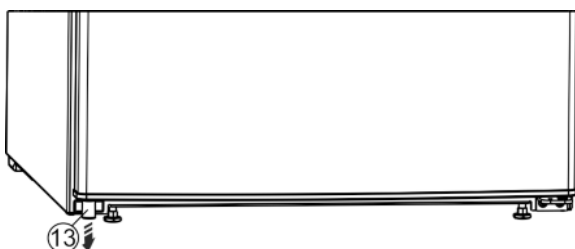

Fig. 4
- Vlevo dole vytáhněte z dveří distanční vložku Fig. 4 (13).